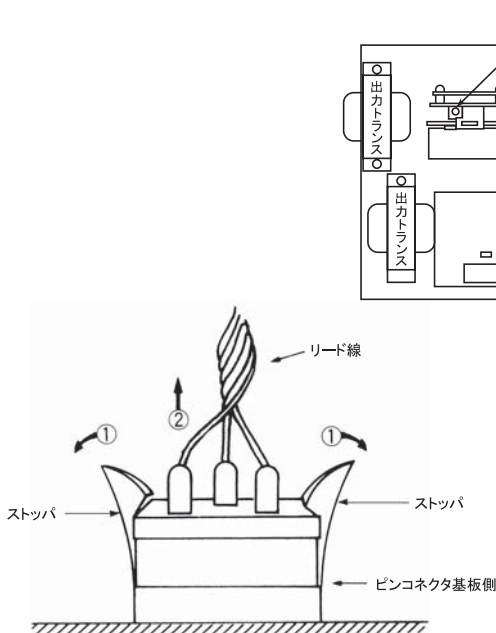

図1: 音色基板コネクタの外し方
- 音色基板のコネクタを外してください。コネクタのストッパを広げながらコネクタを引っ張ると抜けます。その際に、ストッパを広げすぎますと破損の恐れがありますので、ご注意ください。(図1参照)